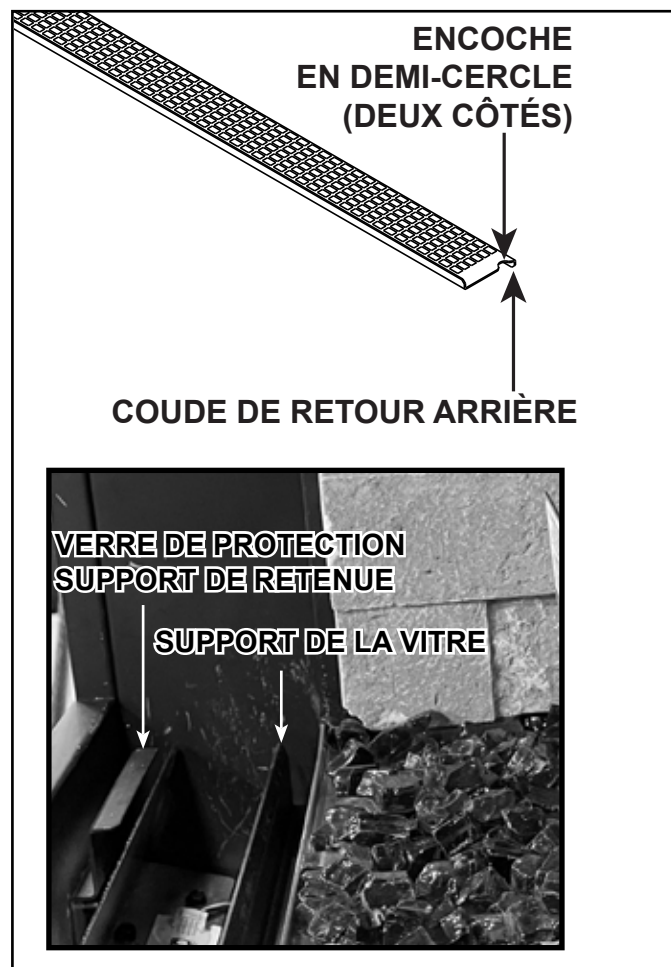

Figure 4.9 Installation du support de transition
- Mettez en place le plateau de transition des éléments d'apparence comme il est indiqué à la figure 4.9 Le coude en U arrière devrait être positionné entre le cadre de la vitre et le support du cadre de la vitre de manière à ce que les encoches en demi-cercle soient orientées vers la vitre. La partie avant du plateau est placée sur le support de retenue de la vitre de protection SafeSurface.